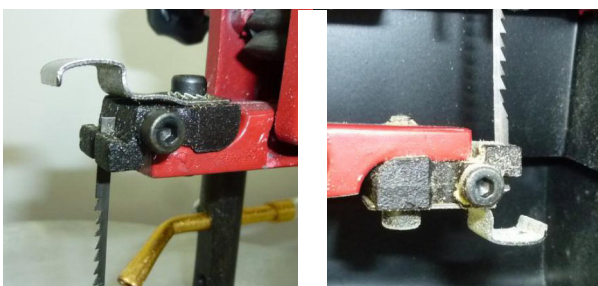

Abb. 8: Sägeblatt lösen
Schritt 4: Die Schrauben an den Sägeblatthaltern oben und unten lösen (Abb. 8). Das Sägeblatt zuerst aus der oberen Sägeblatthalterung herausnehmen, dabei den oberen Pendelarm nach unten drücken, anschließend das Sägeblatt aus der unteren Sägeblatthalterung nehmen.